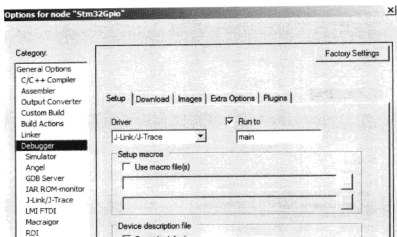

图 6.1.10 选择在线仿真器
d) 切换至 Debugger 界面 Setup 选项卡, 在 Driver 下拉列表框中选择 J - Link/J - Trace, 并选中 Run to, 在 Run to 文本框中输入 main(默认即为 main), 如图 6.1.10 所示。